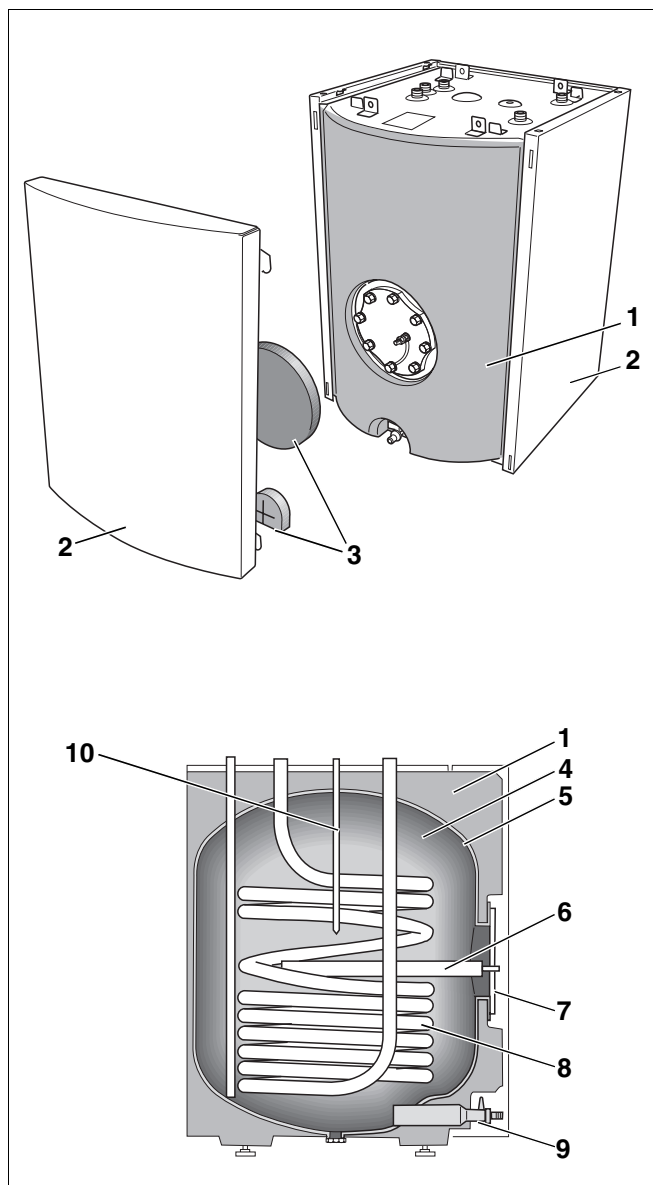

Abb. 1 Warmwasserspeicher ST 135 EB
- Speicherbehälter (Abb. 1, **Pos. 4**) mit Korrosionsschutz
Der Korrosionsschutz besteht aus der hygienischen Junkers-Thermoglasur (Abb. 1, **Pos. 5**) und einem zusätzlichen kathodischen Schutz durch die Magnesiumanode (Abb. 1, **Pos. 6**), die über den Handlochdeckel (Abb. 1, **Pos. 7**) zugänglich ist.
- Wärmeschutz (Abb. 1, **Pos. 1**)
Der Wärmeschutz aus FCKW-freiem Polyurethan-Hartschaum ist direkt auf den Speicherbehälter aufgeschäumt. Zwei Wärmeschutzelemente (Abb. 1, **Pos. 3**) aus Schaumstoff minimieren Wärmeverluste über den Handlochdeckel und den Entleerungshahn.
- Verkleidung (Abb. 1, **Pos. 2**)
- Glattrohr-Wärmetauscher (Abb. 1, **Pos. 8**)
- Tauchhülse (Abb. 1, **Pos. 10**)
- Handlochdeckel (Abb. 1, **Pos. 7**) als Wartungs- und Reinigungsöffnung sowie Entleerungshahn (Abb. 1, **Pos. 9**).